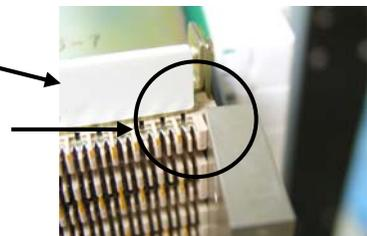

図 15
- 1) アース棒の片側のクランプバーを取り外し、一括外し工具を図13～図15のようにセットします。